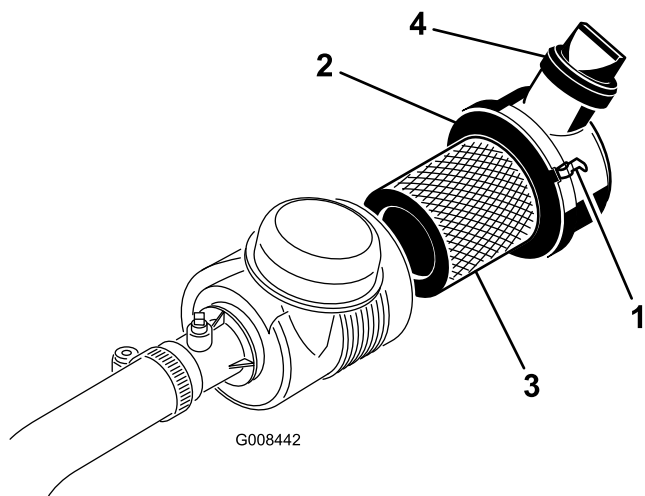

Figure 37
1. Desserrez les fixations qui maintiennent le couvercle sur le corps du filtre à air (Figure 37).
7. Reposez et verrouillez le couvercle (Figure 37).